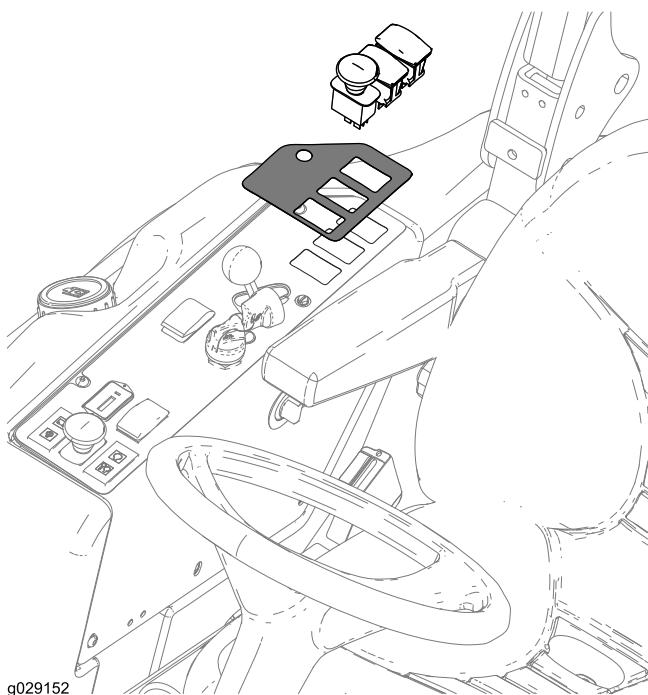

図 20
- コントロールパネル上の、スイッチを取り付ける場所の裏側に付いているタブ3枚を取り除く 図 20。
- コントロールパネルに貼ってあるデカルと同じ穴を開ける図 20。
- 図 20 のようにデカルとスイッチを取り付け る。